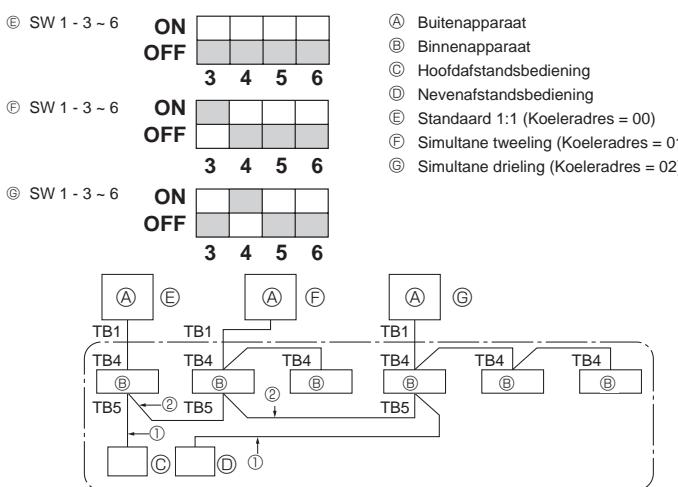

Fig. 10-1
- ① Elektrische voeding (stroomonderbreker).
- ② Zet na het sluiten van de gasafsluitkraan de SWP-schakelaar op het bedieningspaneel van het buitenapparaat op ON. De compressor (buitenapparaat) en ventilators (binnen- en buitenapparaat) slaan aan en het terugwinnen van de koelstof begint. LED1 en LED2 op het bedieningspaneel van het buitenapparaat branden.
- ③ Zorg ervoor dat de gasafsluitkraan snel wordt gesloten, aangezien het apparaat binnen twee tot drie minuten na het terugwinnen van de koelstof (LED1 en LED2 branden) automatisch stopt. Open als LED1 en LED2 branden en het buitenapparaat stopt de vloeistofafsluitkraan volledig, wacht drie minuten en herhaal vervolgens stap ②.
- ④ Schakel de elektrische voeding uit (stroomonderbreker).
10. Het systeem controleren (Fig. 10-1)